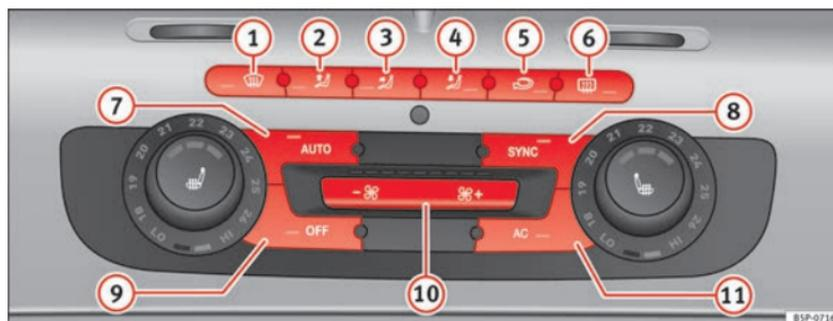

Fig. 133 Sulla plancia portastrumenti: i comandi del Climatronic 2C
- Girare le rotelle di regolazione della temperatura ⇒ fig. 133 per regolare rispettivamente la temperature della zona sinistra o della zona destra dell'abitacolo.
- Premere il tasto **AUTO** ⇒ fig. 133. Sul display della radio viene visualizzato “AUTO High” (velocità del ventilatore alta).
- Premere di nuovo il tasto **AUTO** ⇒ fig. 133. Sul display della radio viene visualizzato “AUTO Low” (velocità del ventilatore bassa).